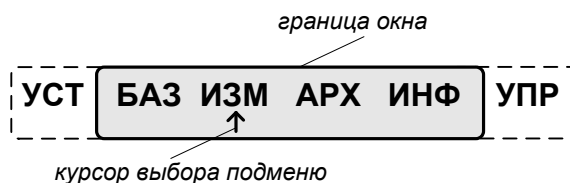
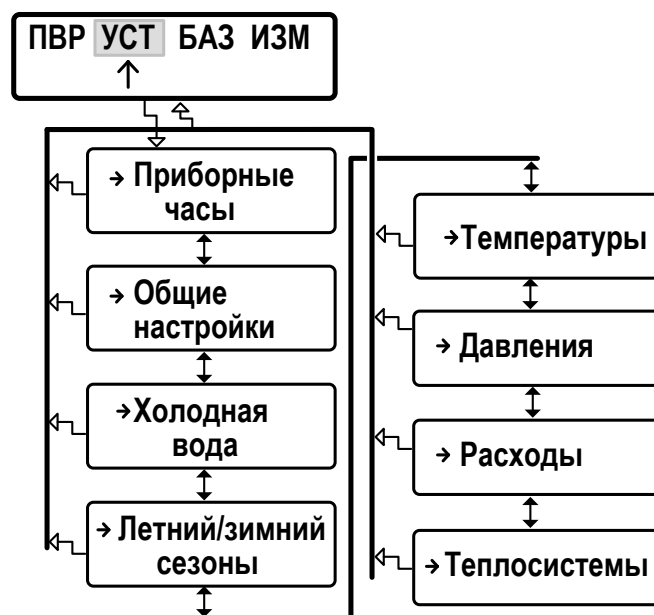

Рис.3. Вид окна индикации основного меню.
Рис.4. Структура меню «УСТ».
2.1.1.3. Окно индикации основного меню (рис.3) содержит обозначения пунктов подменю (меню более низкого уровня), которые располагаются в одной строке (горизонтальное меню) и курсор под одним из пунктов меню. Одновременно в окне индикации основного меню может отображаться не более 4-х обозначений пунктов подменю, которые могут смещаться влево или вправо при соответствующем перемещении курсора.
2.2.2.1. Для входа в подменю установочных параметров необходимо в основном меню (рис.3) кнопками ,  установить курсор под пунктом **УСТ** и нажать кнопку . Возможные переходы в подменю показаны на рис.4.